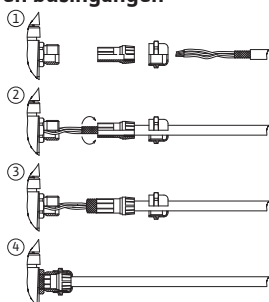

Fig. 24: Schermklem
Het scherm wordt via de kabeldoorgang met de elektronicamodule verbonden. Zie Fig. 24.
De kabel van de digitale ingangen, analoge ingangen en buscommunicatie moeten via de metalen kabelschroefverbinding van de kabeldoorgang (Fig. 18, pos. 4,5 en 6) zijn afgeschermd. Zie voor afscherming Fig. 24.